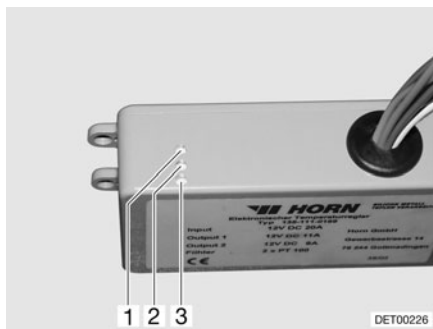

Fig. 160 Aparato regulador
El aparato regulador (Fig. 160) está montado en el armario ropero. Las luces de control del aparato regulador tienen el siguiente significado:
- La luz de control (Fig. 160,2) se enciende verde: Regulación en funcionamiento.
- La luz de control (Fig. 160,1) se enciende roja: Se está calentando el depósito de aguas residuales.
- La luz de control (Fig. 160,3) se enciende roja: Las tuberías de aguas residuales se calientan.